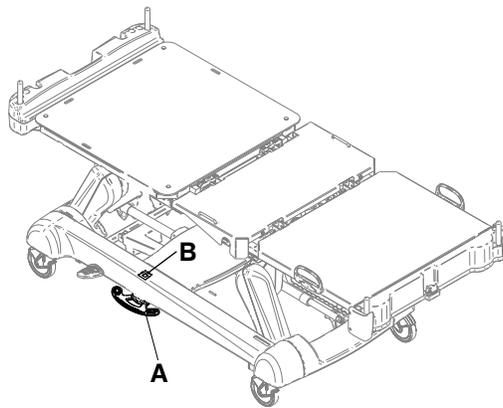

Figure 6 : Fenêtre de la pédale du frein
2. Enfoncer complètement la pédale du frein (A) jusqu'à ce que **Brake** (Frein) s'affiche dans la fenêtre de la pédale du frein (B) (Figure 6 à la page 25).
Pour désenclencher le frein manuel, appuyer sur la pédale jusqu'à ce que **Neutral** (Neutre) ou **Drive** (Entraînement) s'affiche dans la fenêtre de la pédale du frein (B) (Figure 6 à la page 25).